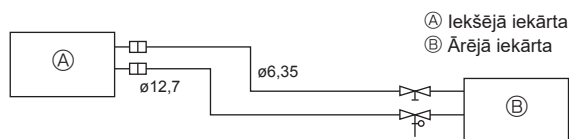

Fig. 5-2
(1) Nākamajā tabulā ir sniegtas specifikācijas tirdzniecības vietās nopērkamajām caurulēm. (Fig. 5-2)